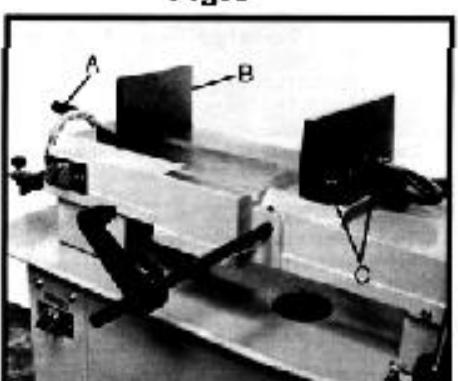

Fig.7
1. Удалите болт сборки (C рис. 7)